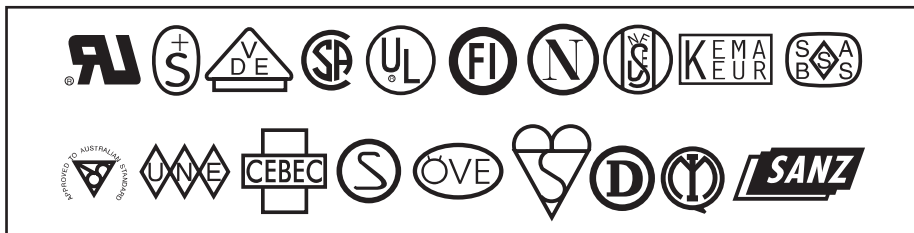
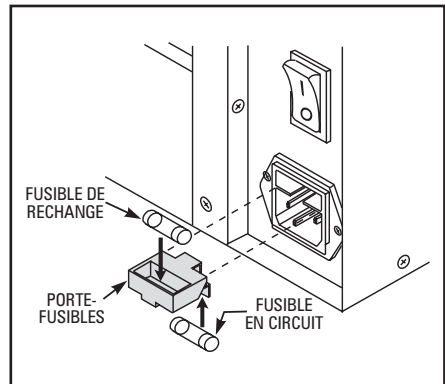

Figure 2
Figure 4
4. L'alvéole et le connecteur C.I.E. 320 doit porter l'estampille d'au moins un des organismes internationaux de sécurité accrédités indiqués sur la figure 2.
Le module d'alimentation comporte deux fusibles homologués dans son porte-fusibles : l'un est « en circuit » et l'autre est prévu comme fusible de rechange (se reporter à la Figure 4). Les capuchons d'extrémité du fusible doivent porter l'estampille d'un organisme international de sécurité accrédité (se reporter à la Figure 2). Procéder comme suit pour remplacer un fusible défectueux.
2. Retirer le fusible défectueux et mettre un fusible neuf en place dans la position « en circuit » indiquée sur la Figure 4. En cas d'utilisation du fusible de rechange, ne pas oublier d'en commander un neuf. Il est possible de commander ces fusibles auprès du distributeur Zebra.